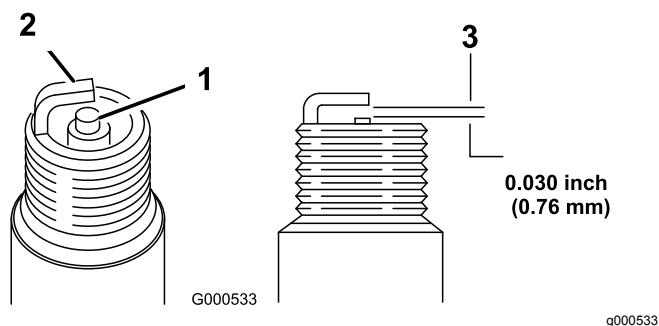

Figura 21
5. Regolate la distanza tra gli elettrodi della nuova candela a 0,76 mm come mostrato in Figura 21.